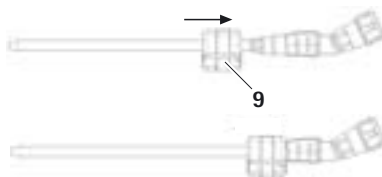

Fig. 3 Bloco de montagem com grampo bloqueador premido
- Manter premido o grampo bloqueador 9 do bloco de montagem 4 e metê-lo na peça de mão para fresa 6, ver Fig. 3.